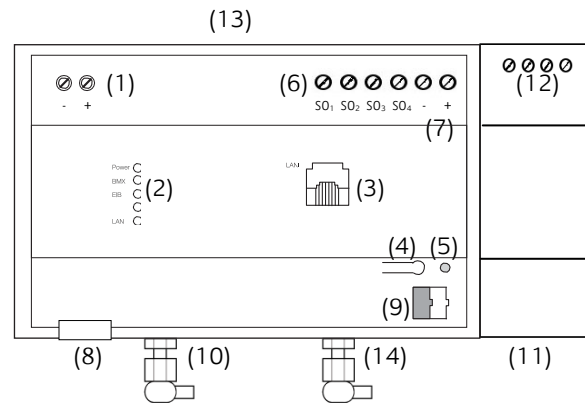

Bild 1: Geräteübersicht
Gerät anschließen (Bild 1)
- Für KNX: Busleitung an die Busanschlussklemme (Bild 1, 9) anschließen (für Typ 10104 / 10504 / 10304).
- Für Powernet: Leitung an Anschlussklemme (Bild 1, 12) anschließen (für Typ 11104 / 11504 / 11304)
- Für EnOcean: Antennen Anschluss (Bild 1, 10) verbinden (für Typ 10504 / 13104 / 11504 / 13304)
- Spannungsversorgung an die Schraubklemmen (Bild 1, 1) entsprechend der Kennzeichnung anschließen. Als Spannungsversorgung kann der unverdrosselte Ausgang einer KNX/EIB-Spannungsversorgung verwendet werden (Leistungsaufnahme beachten).
- Netzwerkleitung (LAN) in die RJ45-Buchse (Bild 1, 3) einstecken.